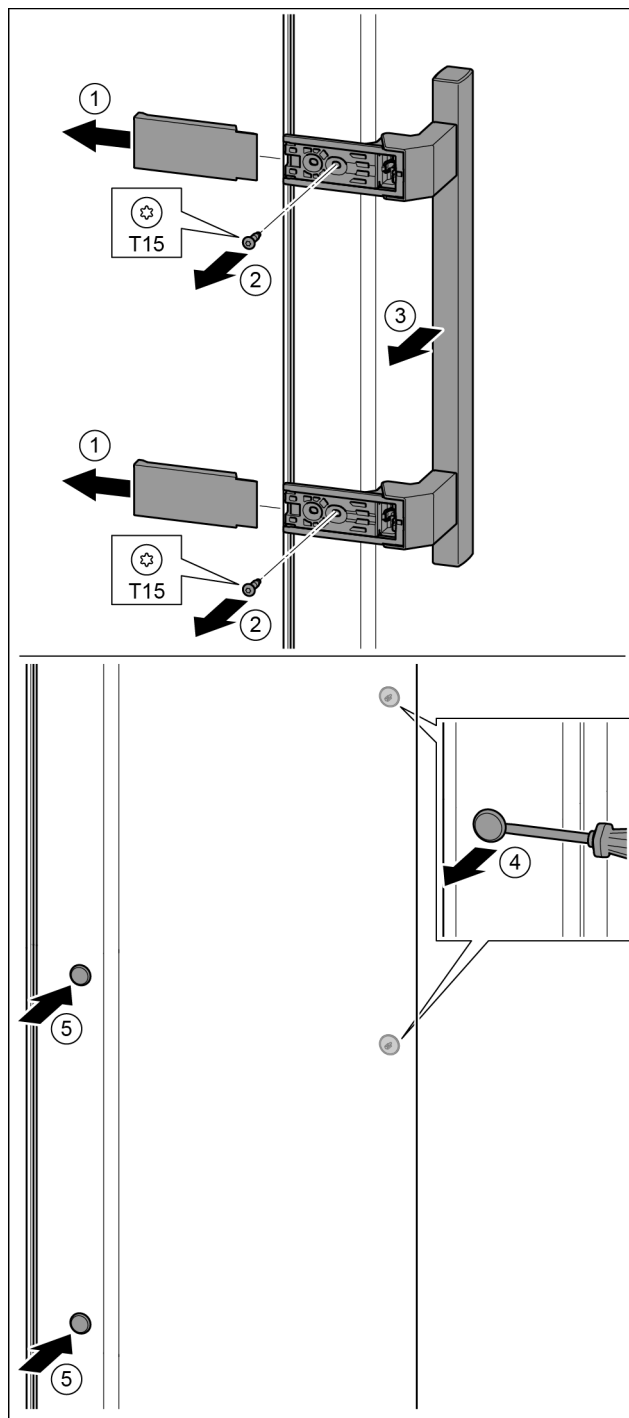

Fig. 20
- ▶ Afdekking eraf trekken. Fig. 20 (1)
- ▶ Schroeven met schroevendraaier T15 eruit draaien. Fig. 20 (2)
- ▶ Greep eraf halen. Fig. 20 (3)
- ▶ Zijdelingse stop voorzichtig met een sleufschroevendraaier optillen en eruit trekken. Fig. 20 (4)
- ▶ Stop op de andere kant weer aanbrengen. Fig. 20 (5)